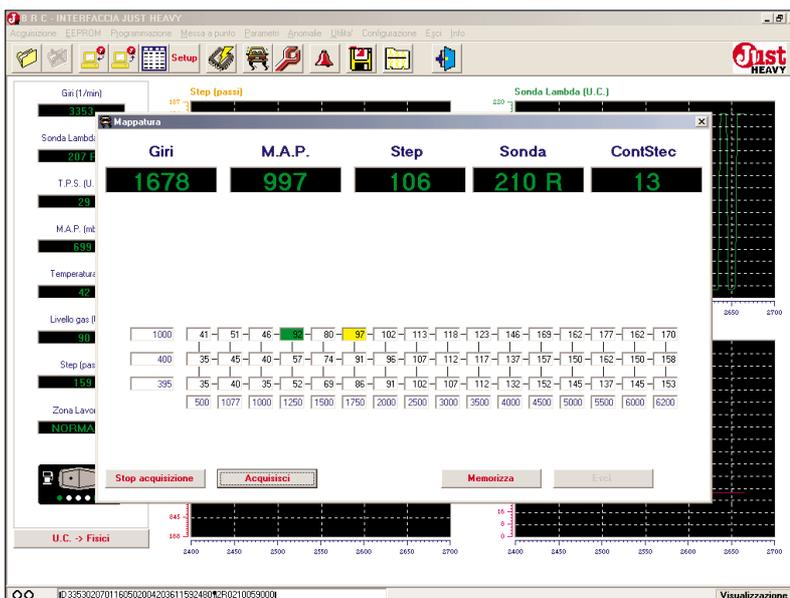

Fig. 82 – Messa a punto: mappa base, acquisizione dettagliata su strada dei singoli valori
- dopo aver verificato la stabilità dello Step (e del ContStec) attorno ad un certo valore, cliccare sul tasto "Acquisisci" (fig. 82);